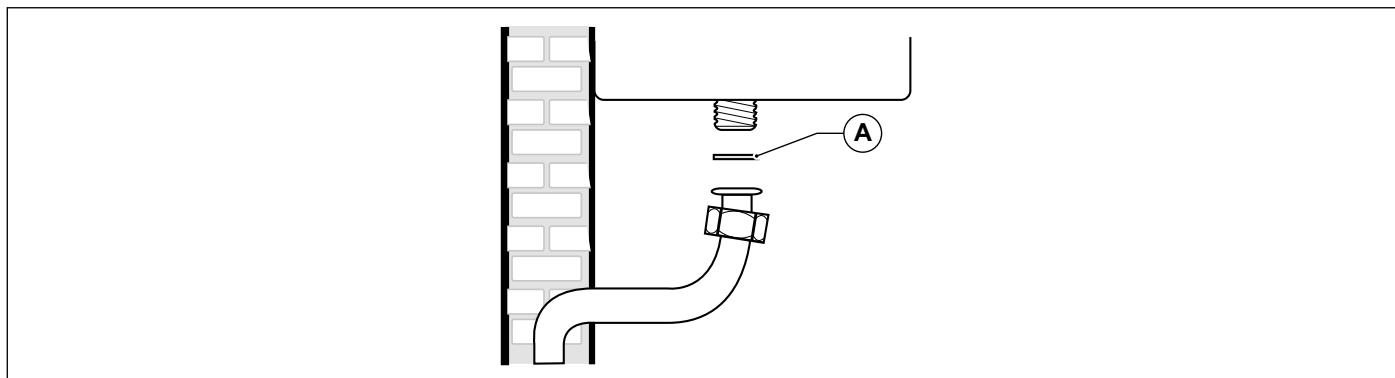

Fig. 13 Conexión a la red de gas
ES OBLIGATORIO, para conectar la toma de gas de la caldera a la tubería de alimentación colocar una junta (A) de medidas y materiales adecuados (ver Fig. 13 Conexión a la red de gas).